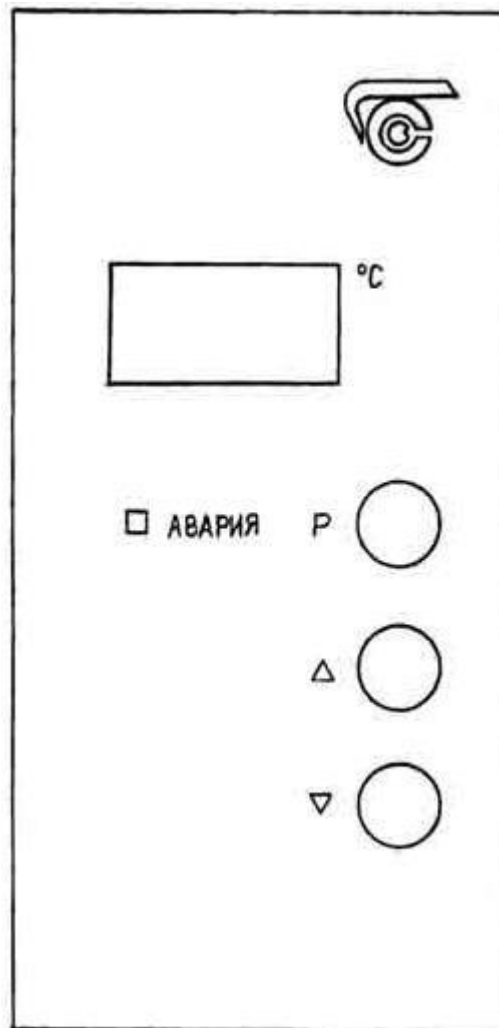

Рисунок 1 – Лицевая панель шкафа
8.3 Нажать клавишу «Р» на лицевой панели шкафа (рисунок 1), при этом на цифровом табло высветится заданная ранее температура в мигающем режиме, а в крайнем правом разряде цифрового индикатора высветится точка, что свидетельствует о возможности корректировки программы.